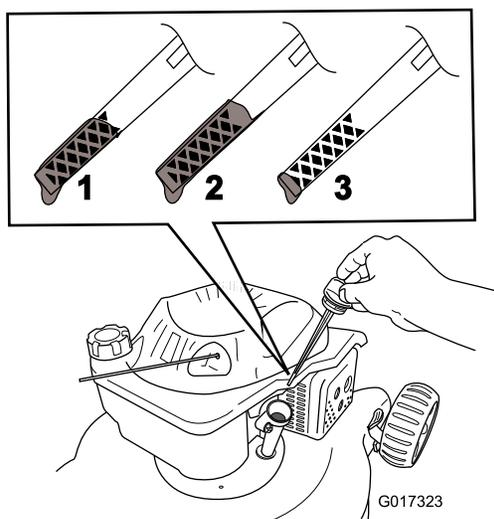

Figure 5
2. Retirez la jauge (Figure 5).
3. Versez **lentement** l'huile par l'orifice de remplissage, attendez quelques minutes puis vérifiez le niveau d'huile sur la jauge, en l'essuyant sur un chiffon propre et en l'insérant dans l'orifice, **mais sans visser** le bouchon (Figure 5).
Remarque: Versez de l'huile dans le carter moteur jusqu'à ce que la jauge indique le niveau correct, comme illustré à la Figure 5. Si vous remplissez excessivement le carter moteur, vidangez l'excédent d'huile comme expliqué à la section Vidange et remplacement de l'huile moteur.